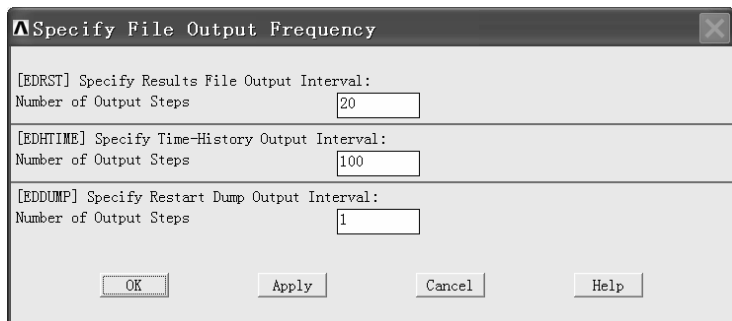

图 10-40 “Specify File Output Frequency” 窗口
(5) 依次选择 Main Menu>Preprocessor>Solution>Output Controls>File Output Freq>Number of Steps, 弹出“Specify File Output Frequency”窗口(见图 10-40)。